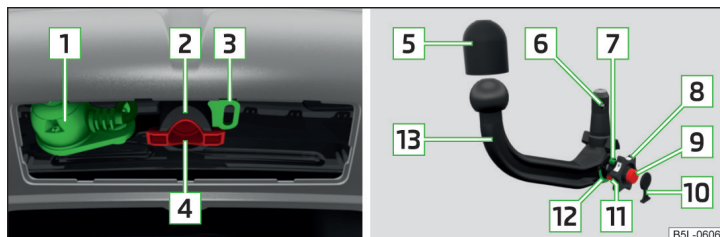

Fig. 143 Soporte del dispositivo de remolque/barra de cabeza esférica
Soporte del dispositivo de remolque y barra de cabeza esférica » fig. 143
- Extraiga la caperuza protectora de la cavidad de alojamiento **4** » fig. 143 de la pág. 128 hacia abajo.
- Colocar la caperuza protectora para la cavidad de alojamiento **[4]** » fig. 143 de la pág. 128.